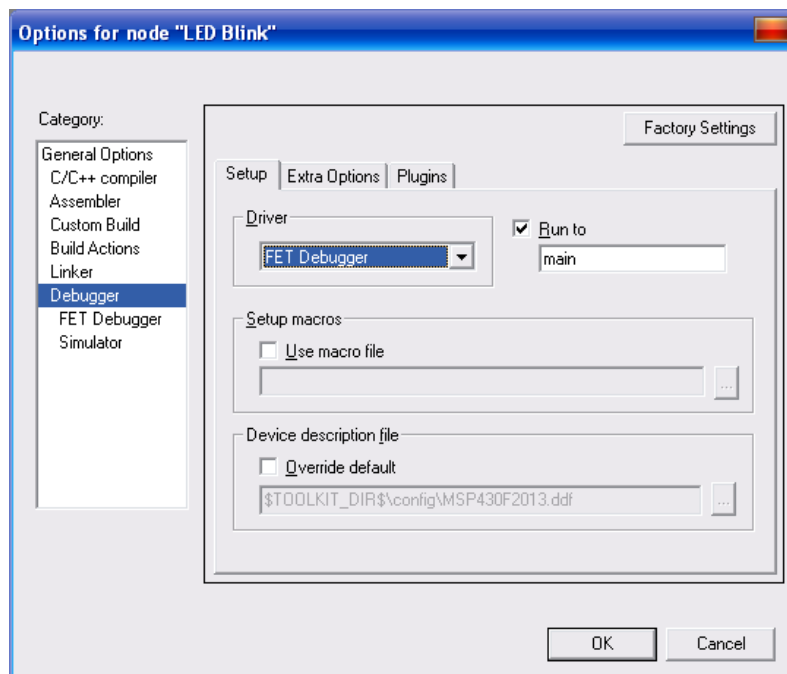

Рисунок 1.5 – Налаштування категорії Debugger
5. У категорії Debugger, закладці Setup, графі Driver вибрати FET Debugger (рис. 1.5). Натиснути «ОК».